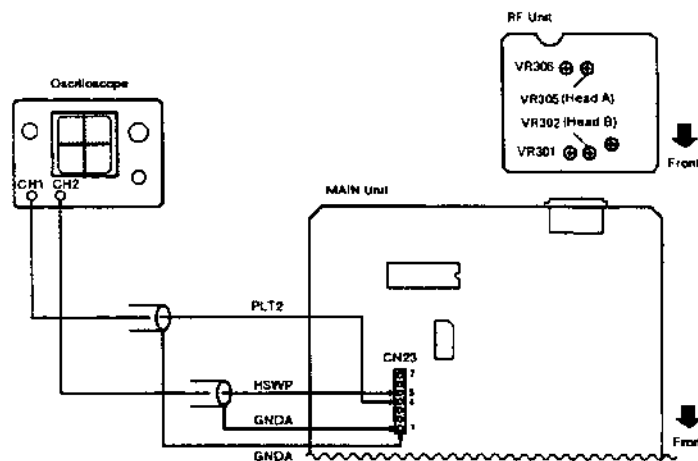

Fig. 3-12
1. Connect the oscilloscope's CH1 between CN23-4 (PLT2) on the MAIN unit and CN23-1 (GND A), and connect the oscilloscope's CH2 between CN23-5 (HSWP) and CN23-1 (GND A). (Refer to Fig. 3-12)
6. When the values are outside the standard, slightly turn VR305 on the RF unit (Fig. 3-12) for A head or VR302 for B head, and record the signal again on an unused portion of tape. Confirm the levels as described in Step 5.
Though VR306 and VR301 (Fig. 3-12) on the RF unit are the PCM recording current adjustment volume for A head and B head, adjustment is not necessary because it is already set for the standard current.
1. オシロスコープのCH1をMAINユニットのCN23-4(PLT2)とCN23-1(GND A)間に、CH2をCN23-5(HSWP)とCN23-1(GND A)間に接続する。(図3-12参照)
6. 規格外の場合は、AヘッドはRFユニットのVR305(図3-12)、BヘッドはVR302を少し回してからブランクテープの未使用部分に再度録音し、上記5を確認する。
注). RF unit内にあるVR306、VR301 (Fig. 3-12) はAヘッド、BヘッドのPCM記録電流調整用ボリュームですが、標準電流に調整済のため特に調整は不要です。